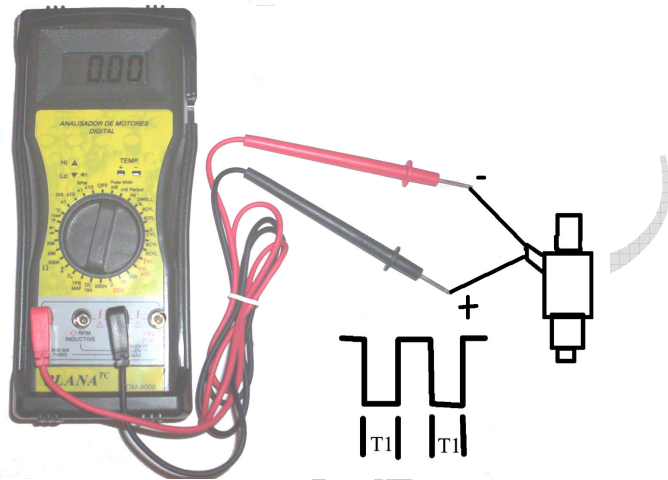

Fig.17
- Pegue o cabo de testes do **ADM-9000** e conecte a garra vermelha e preta, conforme indicado na fig.17;